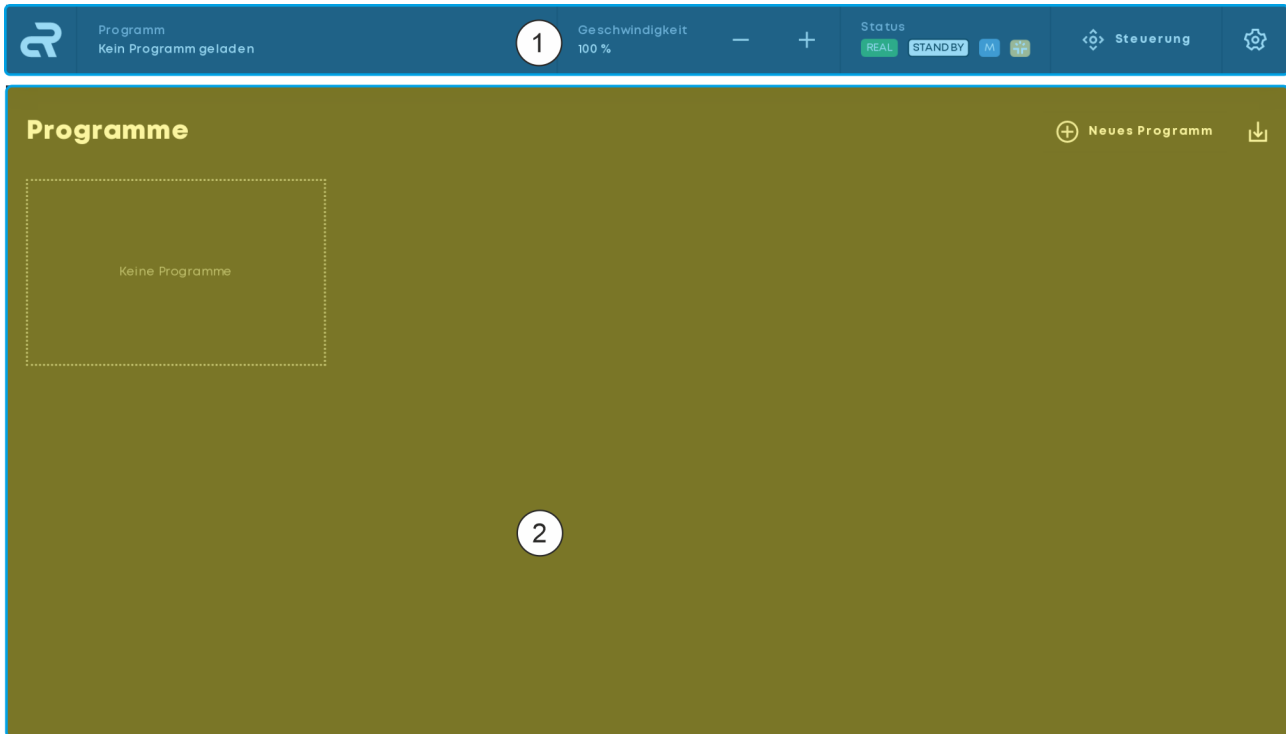

Abb. 1 Aufbau Benutzeroberfläche
- ① Navigationsleiste
- ② Arbeitsfenster
Die Benutzeroberfläche setzt sich aus der Navigationsleiste Abb. 1 / ① sowie dem Arbeitsfenster Abb. 1 / ② zusammen.